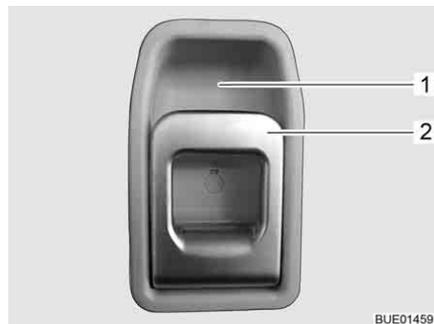

Fig. 32 Serratura della porta di ingresso, lato interno
- Tirare la maniglia (Fig. 32,2). La serratura della porta si sblocca.
- Premere la maniglia (Fig. 32,2) in alto verso l'impugnatura (Fig. 32,1).